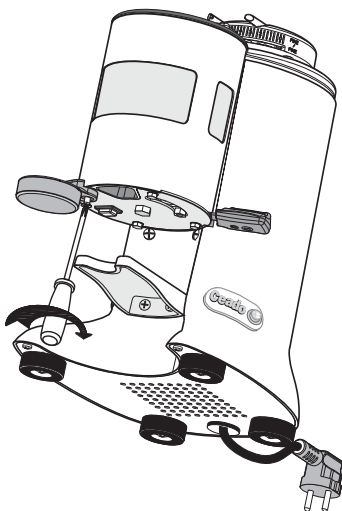

Abb. 11
- 3 Die Befestigungsschraube anschrauben und gut anziehen (Abb. 11).